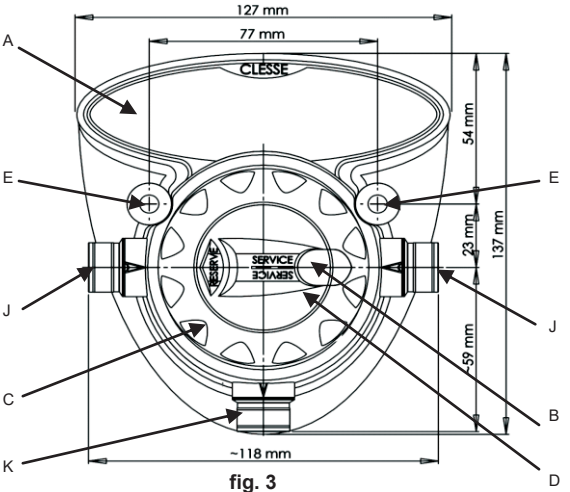

fig. 3
- Les dimensions sont reportées sur les fig 3 & 4
Las dimensiones están indicadas en las Fig. 3 & 4